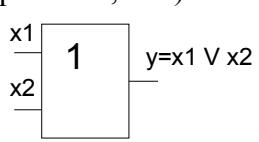

Рис. 155
- 2.** Вторая наша логическая функция называется дизъюнкцией, или логическим сложением. $y = x_1 \vee x_2 \vee \dots \vee x_n$. Элемент, реализующий функцию дизъюнкции, называется ИЛИ (смотрите рис. 155, 156).